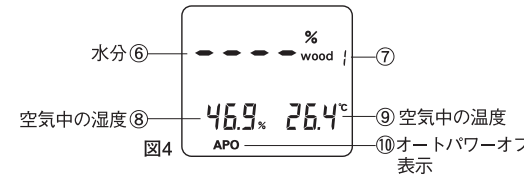

図4
※オートパワーオフ機能を"ON"に設定した場合測定モード中に図4の⑩のように"APO"とオートパワーオフ表示がされます。"OFF"に設定した場合にはこの表示はされません。
※オートパワーオフ機能を"ON"に設定した場合測定モード中に図4の⑩のように"APO"とオートパワーオフ表示がされます。